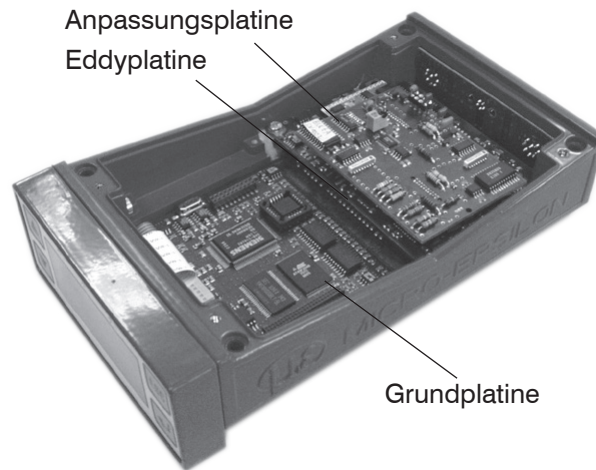

Abb. 25 Innenansicht des Einkanalwegmesssystems eddyNCDT330x mit Anpassungsplatine, Eddyplatine und Grundplatine
- Öffnen Sie den Controller, siehe Abb. 25.